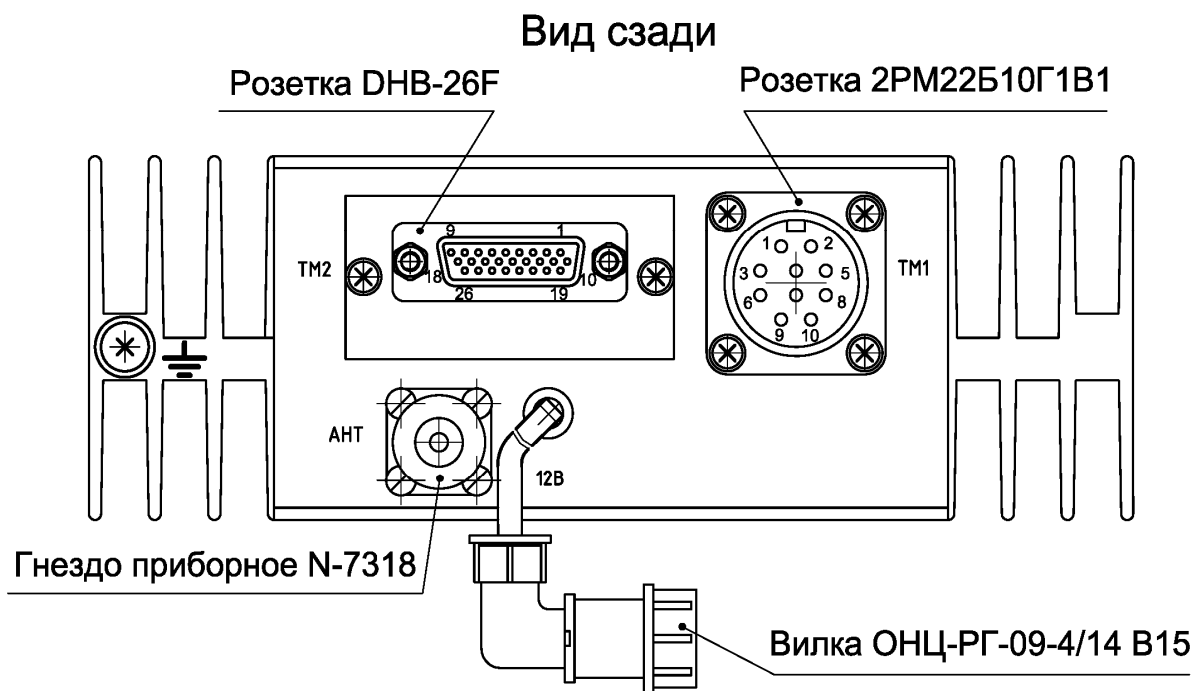

Рис.7 Задняя панель радиомодемов «М-ЛИНК»
10.4. На задней панели радиомодемов «М-ЛИНК» (рис.7) расположены: